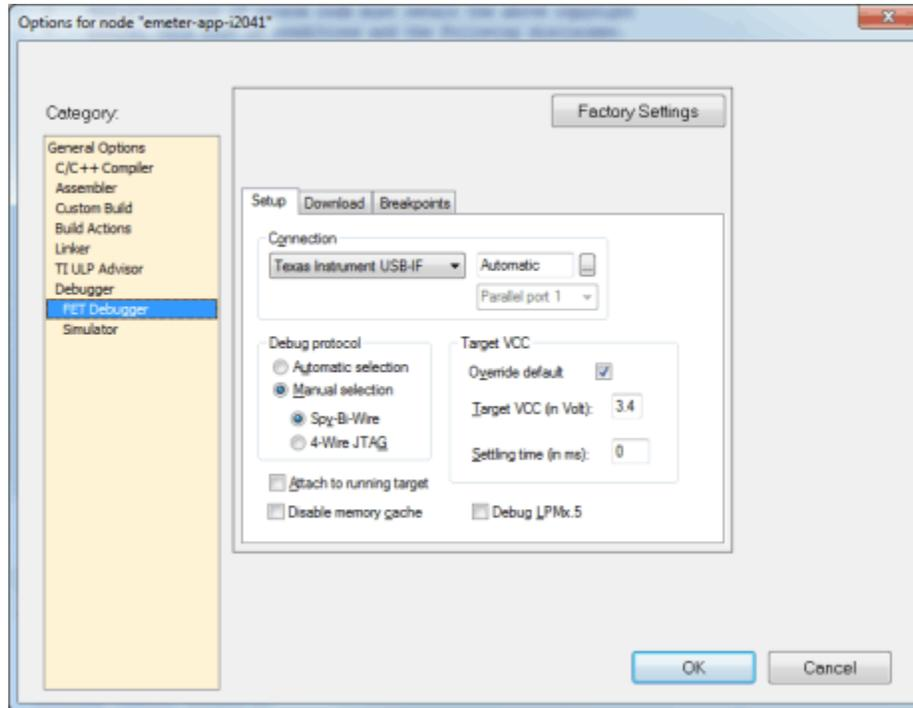

图 9-4. 调试器选项
6. 在“Setup”选项卡的左侧列中选择“FET Debugger”。EVM 使用 Spy-Bi-Wire 进行代码下载和调试。检查以确保选项如图 9-4 所示。